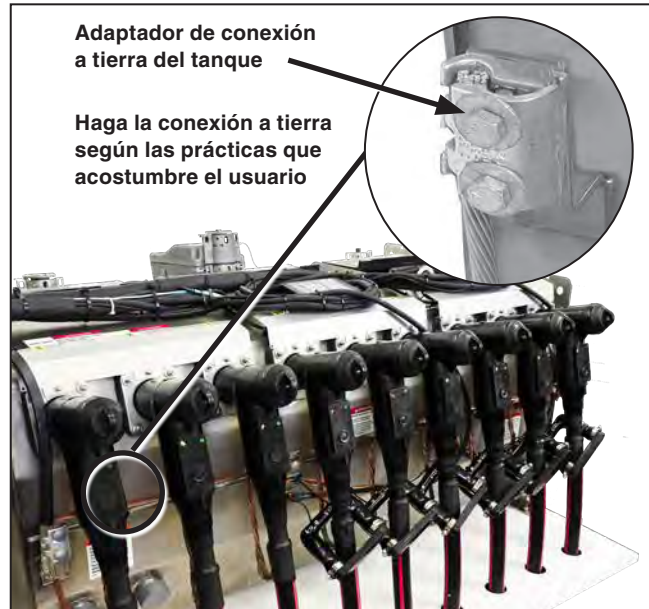

Figura 48. Adaptador de conexión a tierra del tanque.
PASO 1. Conecte los alambres de la malla de tierra al sistema de tierras según corresponda. Ver Figura 48.